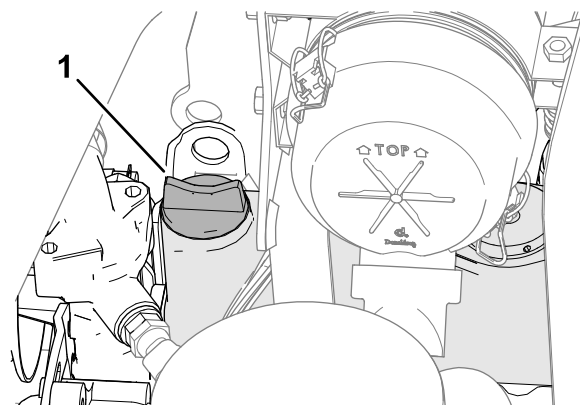

Figura 64
5. Dacă nivelul uleiului este scăzut, scoateți buoul rezervorului (Figura 64) i adăugați treptat cantități mici de ulei, verificând frecvent nivelul, până când nivelul atinge marcajul Full (Plin) de pe joă.